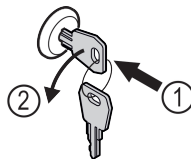

Fig. 159
- ▶ Įspauskite raktą. Fig. 159 (1)
- ▶ Pasukite raktą 90° prieš laikrodžio rodyklę. Fig. 159 (2)